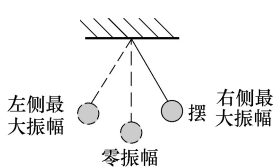

图 9-76 钟摆示意图
1)  $LC$  谐振的钟摆等效理解方法。 $LC$  电路的谐振过程由于看不见摸不着,所以理解起来相当的不方便,为此可以用钟摆的左右摆动来说明,如图 9-76 所示。